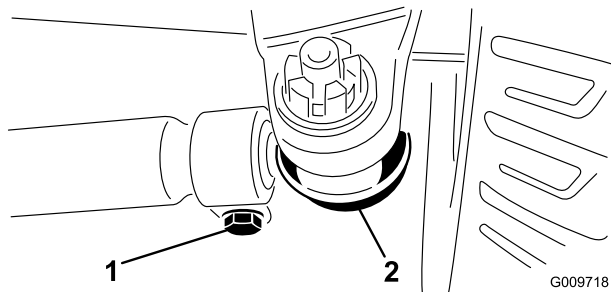

図 71
2. 調整が必要な場合は、タイロッドのボールジョイントのコッターピンとナットを外す。次に、タイロッドのボールジョイントをアクスケースのサポート 図 71 から外す。
3. タイロッド両側のクランプをゆるめる 図 71。